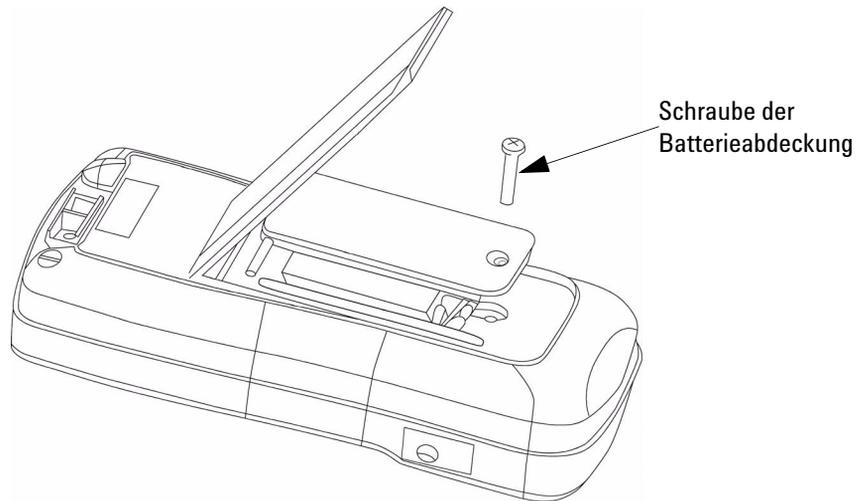

Abbildung 3-1 Batterieaustausch
- 1 Lösen Sie die Schrauben mit einem geeigneten Schraubendreher und entfernen Sie die Batterieabdeckung wie in Abbildung 3-1 dargestellt.